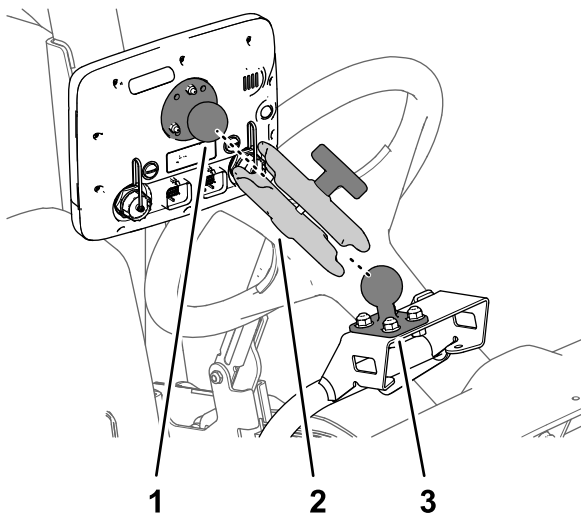

Figura 167
- Montate il raccordo a sfera del monitor e il supporto a sfera della macchina sul braccio del monitor (Figura 167).
- Regolate il monitor in modo che sia visualizzabile dalla posizione dell'operatore della macchina e serrate la manopola del braccio del monitor manualmente (Figura 167).